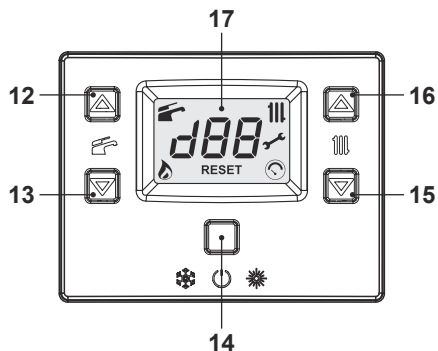
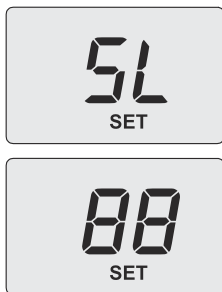

Рисунок 7.2
Рисунок 7.14
- За допомогою кнопок 12 або 13 (Рисунок 7.2) прокручіть значення налаштувань.
- За допомогою кнопок 15 або 16 (Рисунок 7.2) змініть статус на **dP** (очищення димаря ввімкнено в режимі максимальної потужності ГВП) і натисніть кнопку 14 для підтвердження. На дисплеї з'явиться **dP**, що чергується з максимальною температурою ГВП (Рисунок 7.9).
- Якщо показники тиску не збігаються з даними в таблицях, вийдіть з режиму програмування, натиснувши та утримуючи кнопку 14 (Рисунок 7.2) протягом 2 секунд, і перейдіть до наступних операцій калібрування.
- Увійдіть в режим програмування, натиснувши та утримуючи кнопки 14, 15 і 16 протягом 10 секунд (Рисунок 7.2), доки на РК-дисплеї не з'являться літери **Pr**, що чергуються з номером параметра **01**, вказуючи на вхід у «параметр 01» (Рисунок 7.3).
- Збільште чи зменште значення за допомогою кнопок 16 або 15 (Рисунок 7.2). Зачекайте 3 секунди, поки тиск газу стабілізується, а потім зчитайте значення на манометрі. **Не забувайте підтримувати тенденцію до збільшення.**
- Натисніть кнопку 12 (рис. 7.2), щоб відкалібрувати мінімальний тиск газу. На дисплеї з'явиться **SL**, що чергується з параметром абсолютної мінімальної потужності та повідомленням **SET** (налаштовано) (Рисунок 7.14).
- Збільште чи зменште значення за допомогою кнопок 16 або 15 (Рисунок 7.2). Зачекайте 3 секунди, доки тиск газу стабілізується, а потім зчитайте значення на манометрі. **Не забувайте підтримувати тенденцію до зменшення.**
- Утримуйте кнопку 13 (Рисунок 7.2) натиснутою протягом 5 секунд, щоб зберегти значення.
- Натисніть кнопку 12 (Рисунок 7.2), щоб перевірити максимальне встановлене значення і, за необхідності, відкоригувати його, дотримуючись описаної вище процедури.
- Натисніть кнопку 12 (Рисунок 7.2), щоб перевірити мінімальне встановлене значення і, за необхідності, відкоригувати його, дотримуючись описаної вище процедури.
- Натисніть кнопку 13 (Рисунок 7.2) для зміни значення параметра 18 з **01** на **00**, що увімкне індикацію Lc 26.
- Натисніть кнопку 15 (Рисунок 7.2) для підтвердження введеного значення.
- Натисніть кнопку 12 (Рисунок 7.2) для зміни значення параметра 18 з 00 на 01, що увімкне індикацію Lc 26.
- Натисніть кнопку 15 (Рисунок 7.2), щоб вийти і вимкнути живлення.